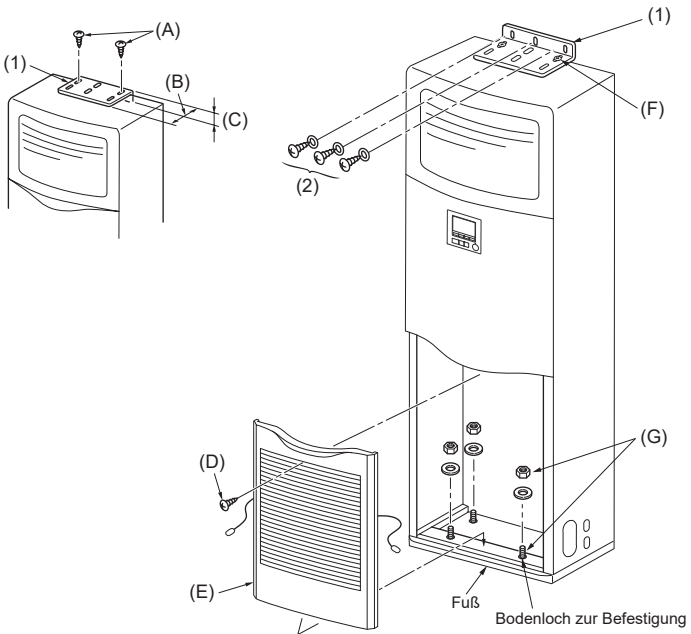

Abb. 3-2
3.2. Klammer, die das Umkippen verhindert (Abb. 3-2)